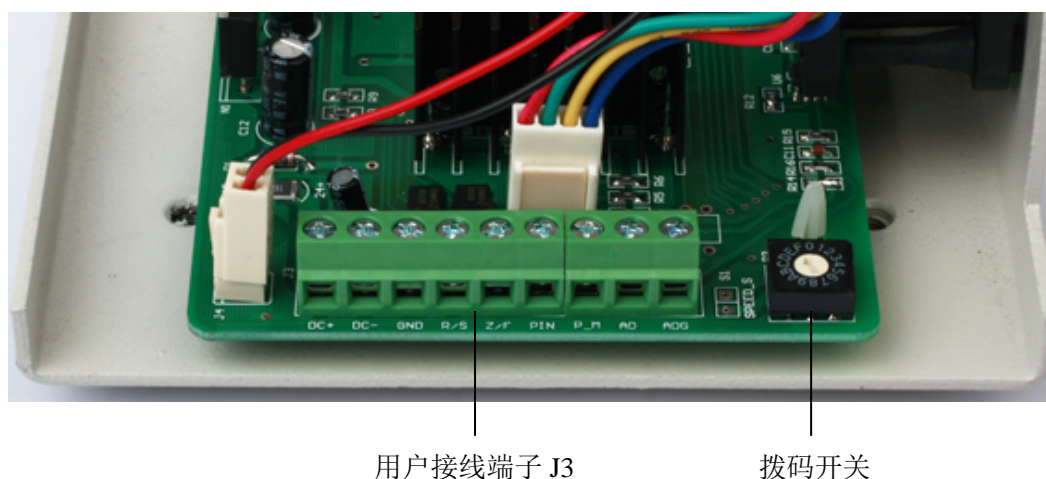

图 2
T300-S11, T300-S21, T300-S31, T300-S41, T300-S51 的电源要求为 DC 24V, 功率 $\geq 50W$ 。T300-S11, T300-S21, T300-S31, T300-S41 电源接线端子位置,见图 2 和表 2。T300-S51 电源接线端子位置,见图 3 和表 4。
T300-S11, T300-S21, T300-S31, T300-S41 转速控制具有内控和外控两种控制模式。内控采用 BCD 拨码开关控制转速, 共 15 档。BCD 拨码开关位置与转速对应关系, 请参考表 3。外控采用电流信号(4-20mA)、电压信号(0-5V 或 0-10V)或脉冲信号(0-10kHz)输入控制转速, 转速与控制信号线性对应。泵的启停和方向可以用开关量控制。BCD 拨码开关和用户接线端子, 如图 2 所示。用户接线端子定义, 见表 2。
2) 按照图 2 及表 2 用户接线端子定义接好电源线和需要的控制信号线。